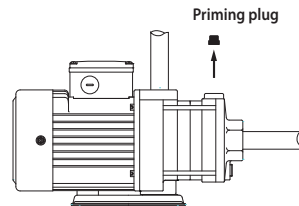
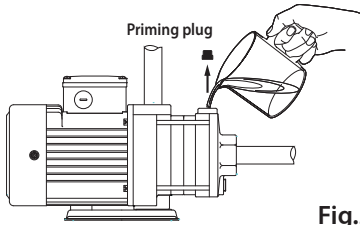

Fig.4
Fig.5
- 3.1 當泵浦入口高於液面時，首先取下注水塞，將水灌滿泵浦室及吸入側管路，再將注水塞旋緊，如下圖 Fig.4、Fig.5。而當泵浦入口低於液面時，取下注水塞，讓液體自行流出注水至不含空氣後，再將注水塞旋緊。